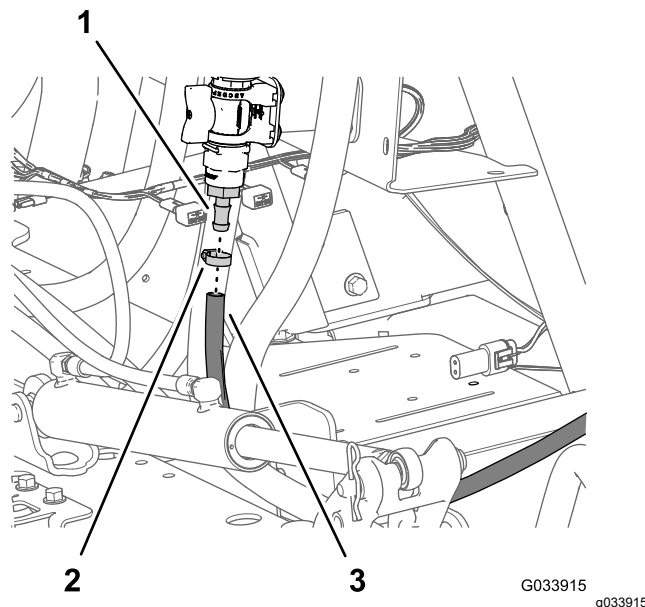

Figura 20
- Conecte la manguera de la lanza de fumigación en el acoplamiento dentado de la válvula de control, y sujete la manguera al acoplamiento con una abrazadera (Figura 20).